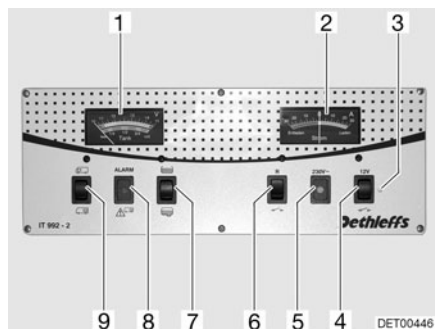

Fig. 137 Panel IT 992
Observar la escala superior del instrumento indicador V/depósito (Fig. 137,1). El instrumento indicador se ilumina automáticamente al accionar el interruptor.
- Pulsar el interruptor basculante (Fig. 137,9) por arriba "☰": Indica la tensión de la batería del motor de arranque.
- Pulsar el interruptor basculante (Fig. 137,9) por abajo "☷": Indica la tensión de la batería del habitáculo.
Observar la escala inferior del instrumento indicador V/depósito (Fig. 137,1). El instrumento indicador se ilumina automáticamente al accionar el interruptor.
- Pulsar el interruptor basculante (Fig. 137,7) por arriba : Indica la cantidad de agua.
- Pulsar el interruptor basculante (Fig. 137,7) por abajo : Indica la cantidad de aguas residuales.
La luz roja de ALARMA (Fig. 137,8) parpadea en cuanto la tensión de la batería del habitáculo baja de 11 V (medición durante el servicio) y hay peligro de descarga completa.
El instrumento indicador (Fig. 137,2) indica constantemente la corriente actual suministrada por la batería. El instrumento indicador se ilumina automáticamente al accionar el interruptor.
El interruptor principal de 12 V (Fig. 137,4) conecta y desconecta el panel y la alimentación de 12 V del habitáculo.
Conectar: ■ Pulsar el interruptor basculante (Fig. 137,4) por arriba "  ": La alimentación de 12 V del habitáculo está conectada. La luz de control (Fig. 137,3) se enciende de color verde.
Desconectar: ■ Pulsar el interruptor basculante (Fig. 137,4) por abajo "  ": La alimentación de 12 V del habitáculo está desconectada. La luz de control (Fig. 137,3) se apaga.
Se enciende la luz de control de 12 V (Fig. 137,3) cuando se conecta el interruptor principal de 12 V (Fig. 137,4).
Se enciende la luz de control de 230 V (Fig. 137,5) amarilla cuando hay tensión de red en la entrada del bloque eléctrico.
Conectar: ■ Pulsar el interruptor basculante (Fig. 137,6) por arriba: La bomba de agua está conectada.
Desconectar: ■ Pulsar el interruptor basculante (Fig. 137,6) por abajo "  ": La bomba de agua está desconectada.